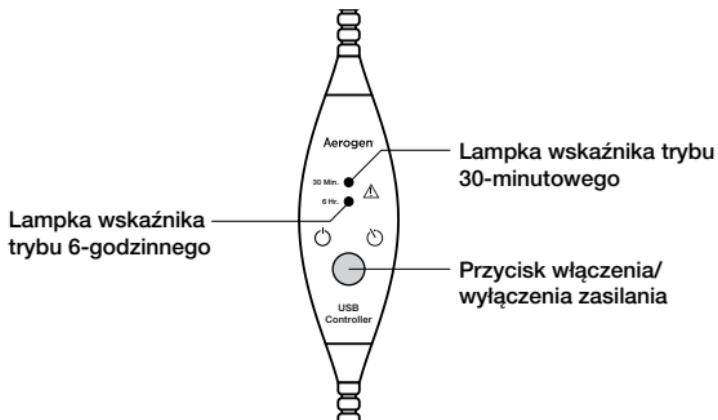

Rysunek 2. Technologia wibrującej siatki stosowana w urządzeniach Aerogen Palladium
- Nie należy naciskać wypukłej przysłony znajdującej się w środkowej części nebulizatora (rysunek 2).